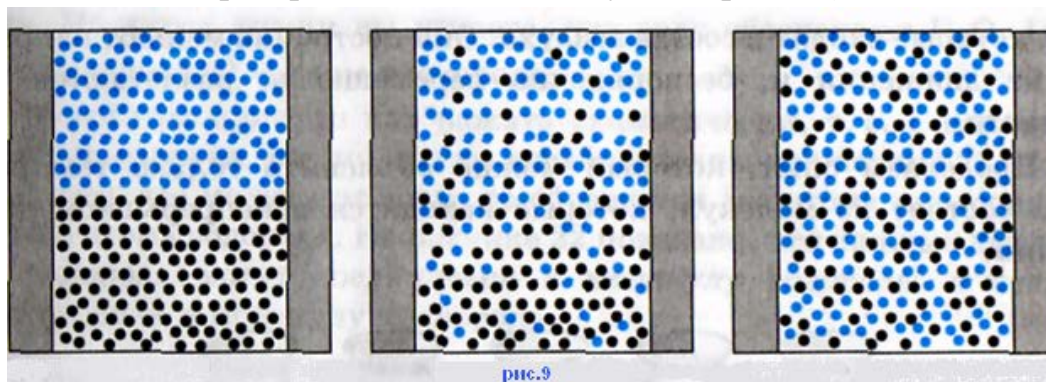

Рис. 33. Процесс диффузии
*Диффузия в гелях и студнях* – это проникновение низкомолекулярных веществ в свободные пространства в гелях и студнях (рис. 33).